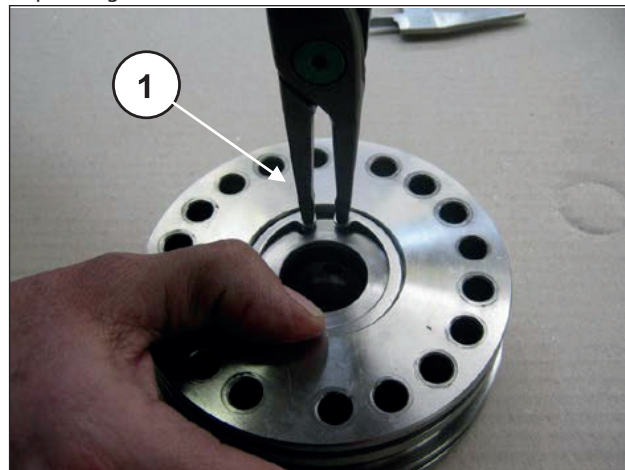
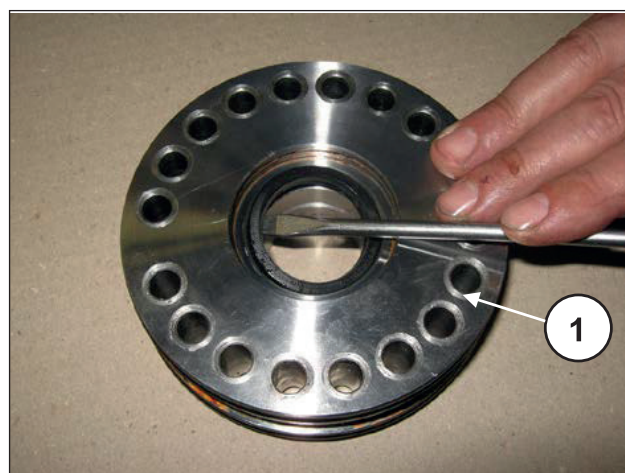

Fig. 190
Fig. 191
Déposer l'anneau Seeger et l'anneau de maintien des joints d'étanchéité (rep. ①, Fig. 190) du support du joint LP et, à l'aide d'un tournevis, extraire le joint LP (basse pression) (rep. ①, Fig. 191).